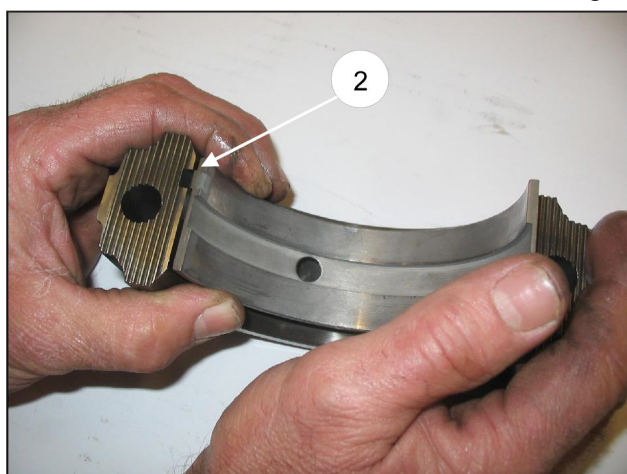

Fig. 6/a
Se si è proceduto allo smontaggio degli steli guida pistone, verificare prima del loro assemblaggio il corretto posizionamento degli anelli OR di tenuta (pos. ①, Fig. 6/b), se necessario sostituirli.